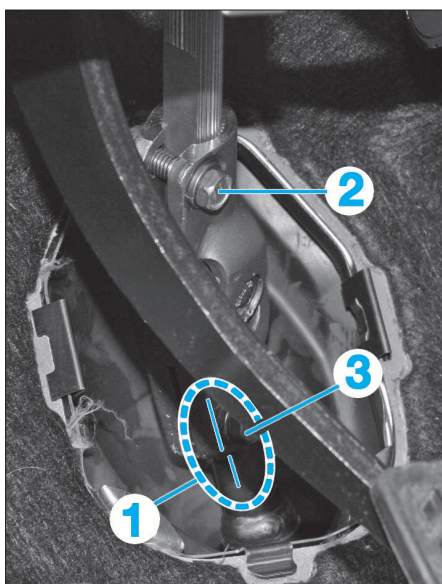

FIG. 66
- Déposer l'arbre supérieur de direction (fig. 66) :
- faire des repères d'alignement (1).
- desserrer la vis (2) et déposer la vis (3).